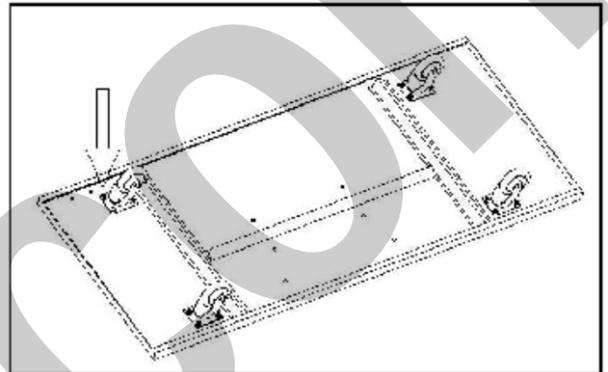

Figura 6– Montaggio delle ruote.
Capovolgete la base (D) e montate le quattro ruote pivotanti (J) avvitando le viti nelle relative sedi tramite una chiave adeguata (Figura 6).